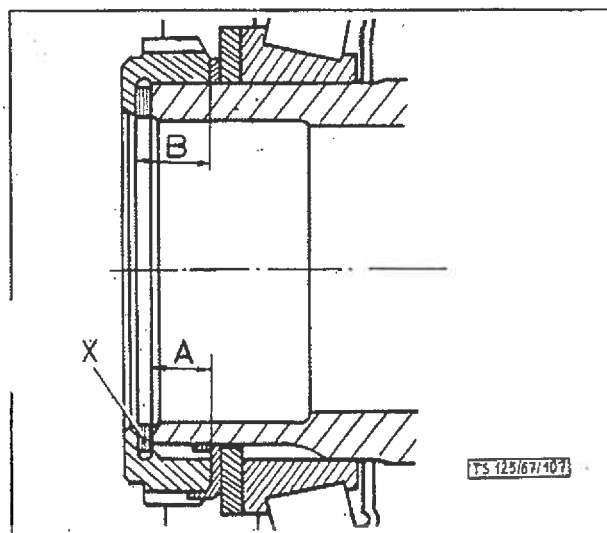

BILD 13A: Einbaumaße
b) Nutmutter abschrauben, entfernen und den Abstand "A" (Bild 13A) messen.